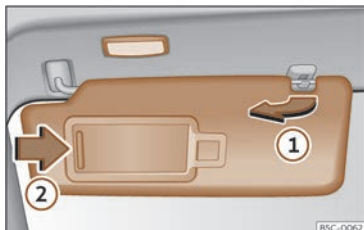

Fig. 112 Pare-soleil.
- Le pare-soleil peut être retiré du support et rabattu contre la portière >>> fig. 112 ①.